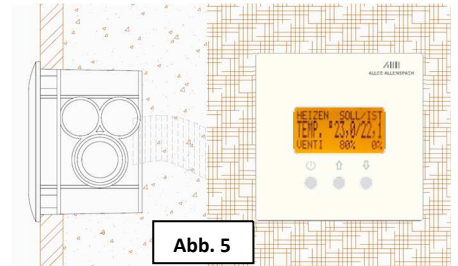

Abb. 5
- Schieben Sie die komplette WG20-Einheit, vorsichtig beginnend (leicht schräg) mit dem unteren Teil, in die Öffnung [Abb. 5].